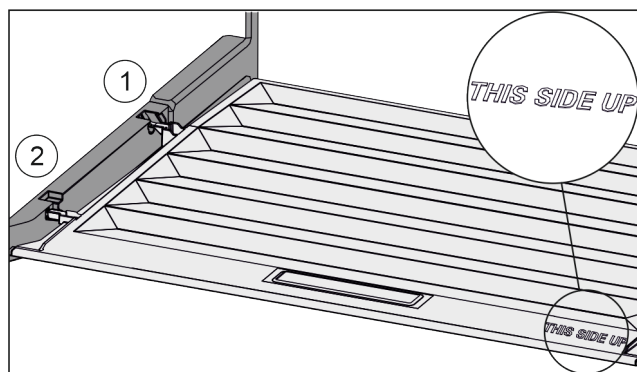

Fig. 92
- ▶ Inserire le nervature del coperchio attraverso l'apertura del supporto posteriore Fig. 92 (1) e innestare anteriormente nel supporto Fig. 92 (2).